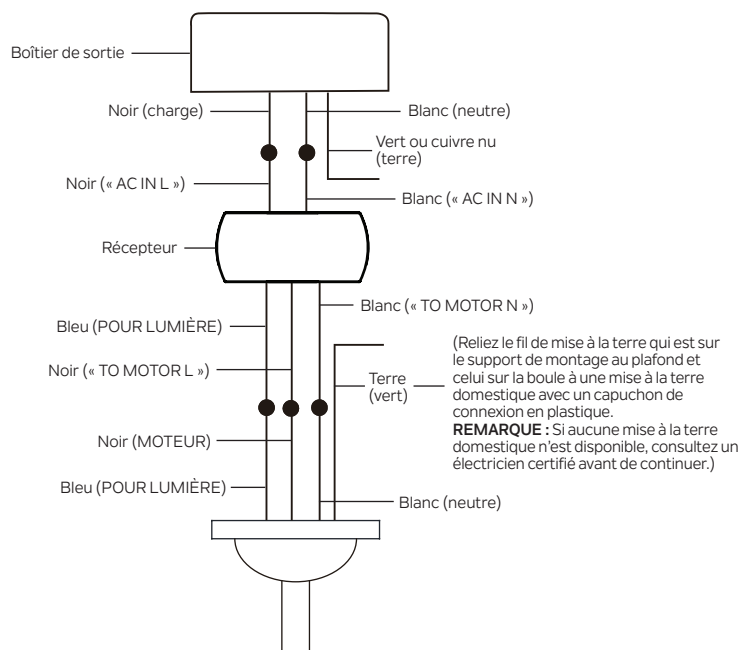

Fig. 2
Étape 2. Raccordements électriques du moteur du ventilateur au récepteur : (Fig. 2)
Étape 3. Connexions électriques entre le récepteur et les câbles d'alimentation : (Fig. 2)